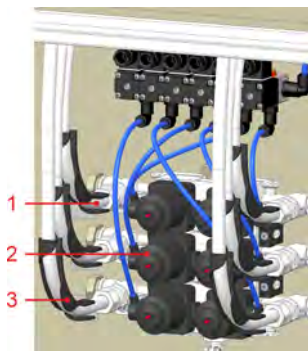

Fig. 7 : Bloc distributeur de vannes à membrane / affectations des machines
1. ▶ Brancher les tuyaux flexibles de raccordement aux lessiveuses-essoreuses, comme indiqué dans Fig. 7 aux raccords filetés (Fig. 7 , repère 1) du bloc de vannes (Fig. 7 , repère 2).
2. ▶ Diriger les tuyaux flexibles par le guide d'angle (Fig. 7 , repère 3) vers l'extérieur.